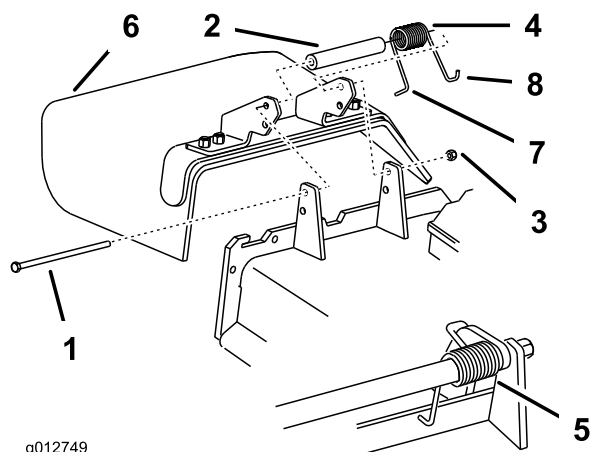

Figure 60
1. Retirez le contre-écrou, le boulon, le ressort et l'entretoise qui fixent le déflecteur aux supports de pivot (Figure 60). Enlevez le déflecteur s'il est endommagé ou usé.
Remarque: Prenez soin de placer l'extrémité en **L** du ressort derrière le bord du tablier avant de mettre le boulon en place, comme indiqué à la Figure 60.
- Remettez le boulon et l'écrou. Accrochez l'extrémité en **J** du ressort au déflecteur d'herbe (Figure 60).